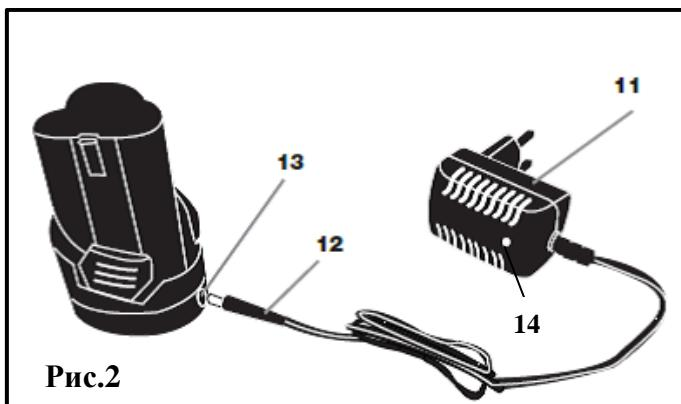

Рис.2
- Подключите зарядное устройство (11) к сети питания. Зеленый индикатор (14) на блоке зарядного устройства загорится (рис.2).
- Подключите штекер зарядного устройства(12) к гнезду (13)(рис.2) на аккумуляторе.